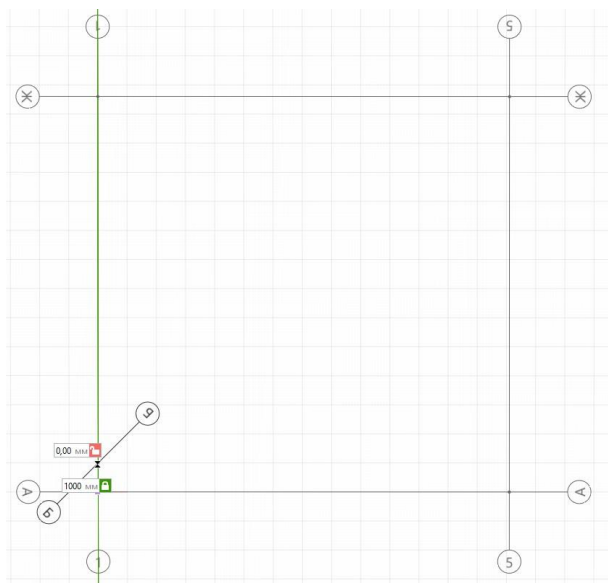

Рис. 15 Построение первой точки оси Б
- Подведем указатель мыши к пересечению **осей А и 1**, задержим на несколько секунд до окрашивания точки в характерный цвет. Ввести расстояние – **1000 мм.** (рис. 15). Фиксируем первую точку оси Б щелчком ЛКМ.